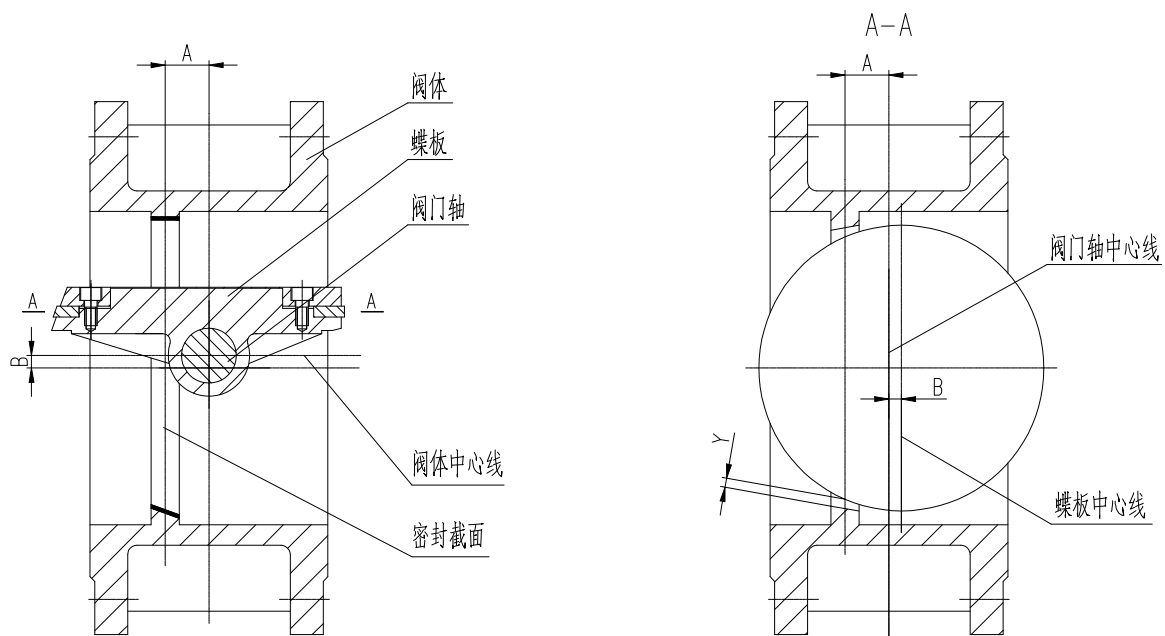
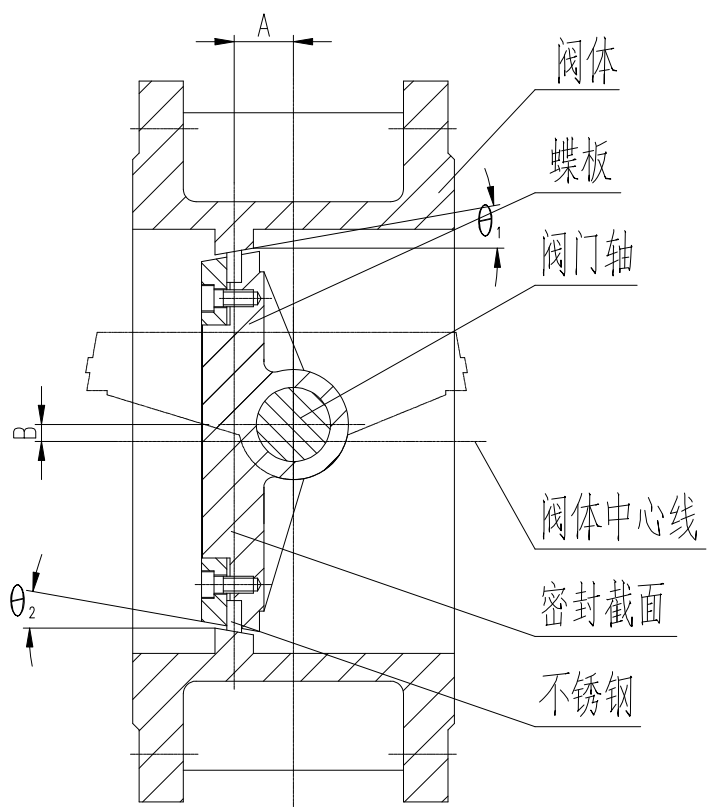

图 2 三偏心金属密封蝶阀开启状态图
图 3 三偏心金属密封蝶阀关闭状态图
- (1) 结构特征。蝶板回转中心(即阀门轴中心)与蝶板密封面形成一个尺寸 A 偏置，并与阀体中心线形成一个 β 偏置；阀体密封面中心线与阀座中心线(即阀体中心线)形成一个角度为 β 的角位置。
- (2) 密封原理。由于在双偏心密封蝶阀的基础上，将阀座中心线再与阀体中心线形成一个 β 角位置，其偏置后的结果由图 2 的 A-A 剖视图可见，当三偏心密封蝶阀处于完全开启状态时，其蝶板密封面会完全脱离阀座密封面，并且在蝶板密封面与阀体密封面之间形成一个与双偏心密封蝶阀相同的间隙 Y，而由图 3 可见，由于 β 角位置的形会成会使长、短半径转动的蝶板大、小半圆上，蝶板密封面转动轨迹的切线与阀座密封面形成一个 θ_1 和 θ_2 角。使蝶板启闭时蝶板密封面相对于阀座密封面渐出脱离和渐入压紧，从而彻底消除了蝶板启闭时蝶阀密封副两密封之间的机械磨损和擦伤。该阀门从 $0^\circ \sim 90^\circ$ 开启时，蝶板的密封面会在开启瞬间立即脱离阀座密封面，在其 $90^\circ \sim 0^\circ$ 关闭时，只有在关闭的瞬间，其蝶板密封面才会接触并压紧阀座密封面。由图 2 可见，由于 θ_1 、 θ_2 角的形成，使蝶阀关闭时，其密封副两密封面之间的密封比压可以由常规蝶阀的阀座弹性产生改为外加于阀门轴的驱动转矩产生，不仅消除了常规蝶阀中弹性阀座弹性材料老化、冷流、弹性失效等因素造成的密封副两密封面之间的密封比压降低和消失，而且可以通过对外加驱动转矩的改变实现对其密封比压的任意调整，从而使三偏心蝶阀的密封性能和使用寿命得到大大的提高。